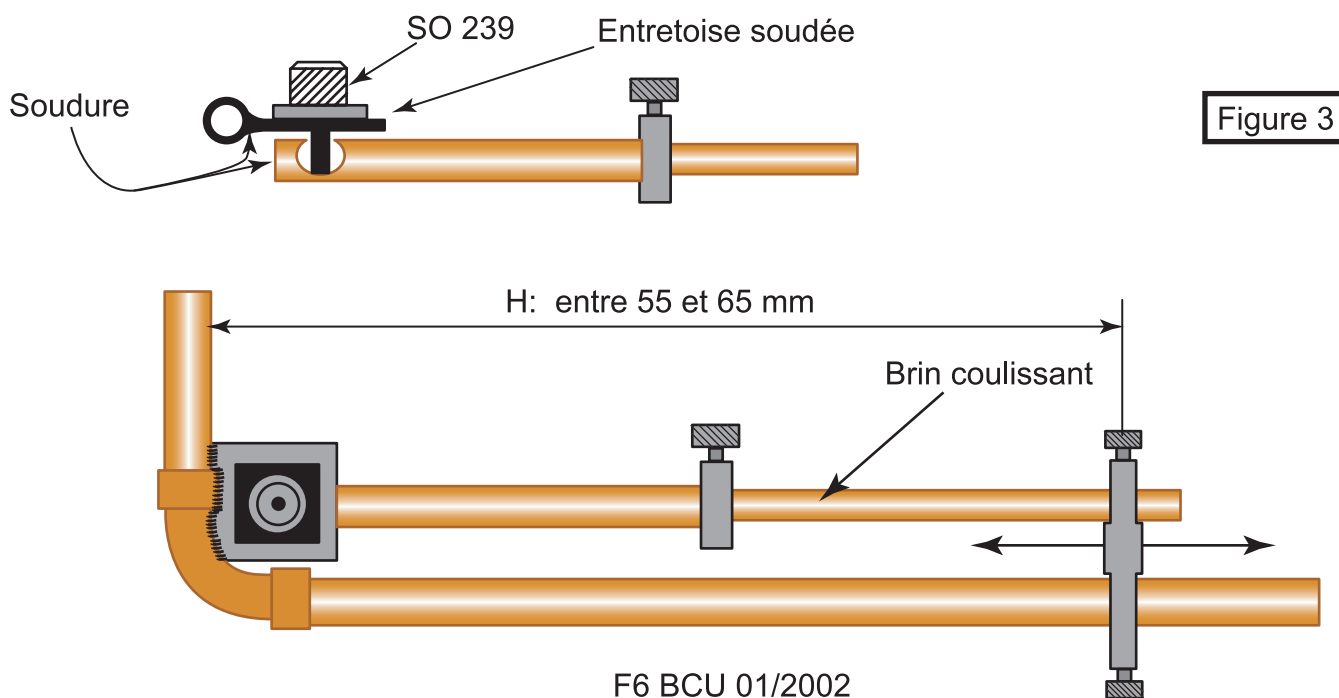

Figure 3
**Le Gamma-match à coulisse (figure 3)**